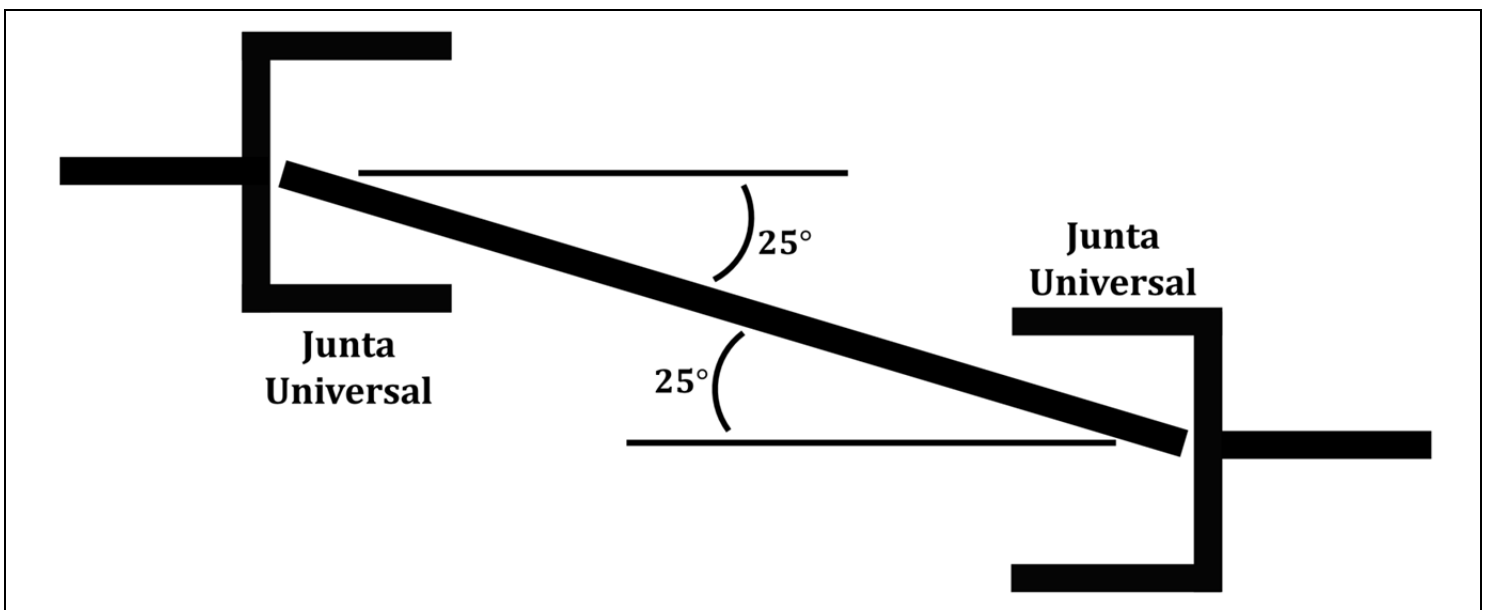

Figura 6. Ángulo Máximo Entre las Juntas Universales
- e. El ángulo de las juntas universales a ambos extremos del eje de transmisión no supera los 25 grados. Para mayor aclaración, consulte la Figura 6 a continuación.